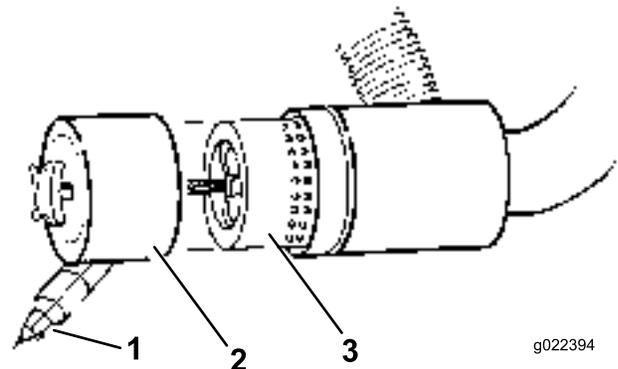

Figure 40
3. Déposez et remplacez le filtre (Figure 40).